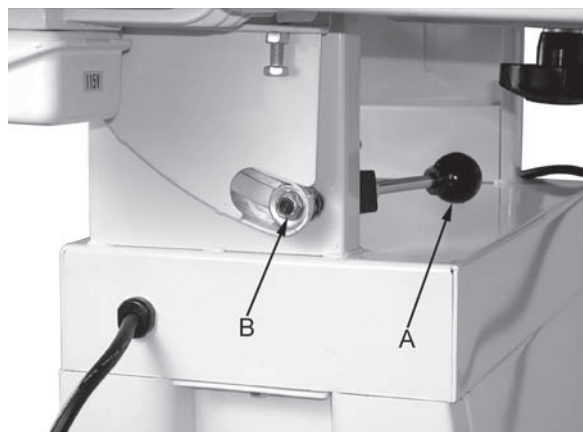

Bild 8
3. Spänn det excentriska blocket genom att dra åt muttern (B) (se bild 8) med skruvnyckel (14 mm). Vrid muttern 1/4 varv åt gången och kontrollera låshandtags spennning. Låshandtaget är korrekt spänt när det krävs mycket kraft för att flytta det excentriska blocket (som sitter fast på låshandtaget) från den ena sidan till den andra. Sliperheten och motorenheten ska förbli i